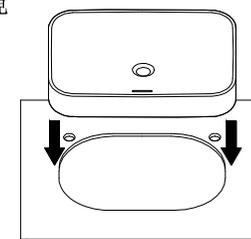
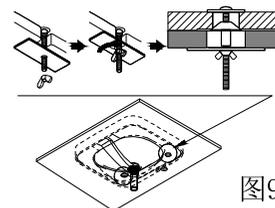

图8
图9
②如图8，将洗面器小心放入安装孔中，同时保证固定螺栓穿过其安装孔；
③根据所搭配水嘴的直径大小，前后调整洗面器位置，防止洗面器与水嘴干涉。
④如图9，固定螺栓上套上垫片，用蝶形螺母拧紧，推动洗面器，无晃动为宜；